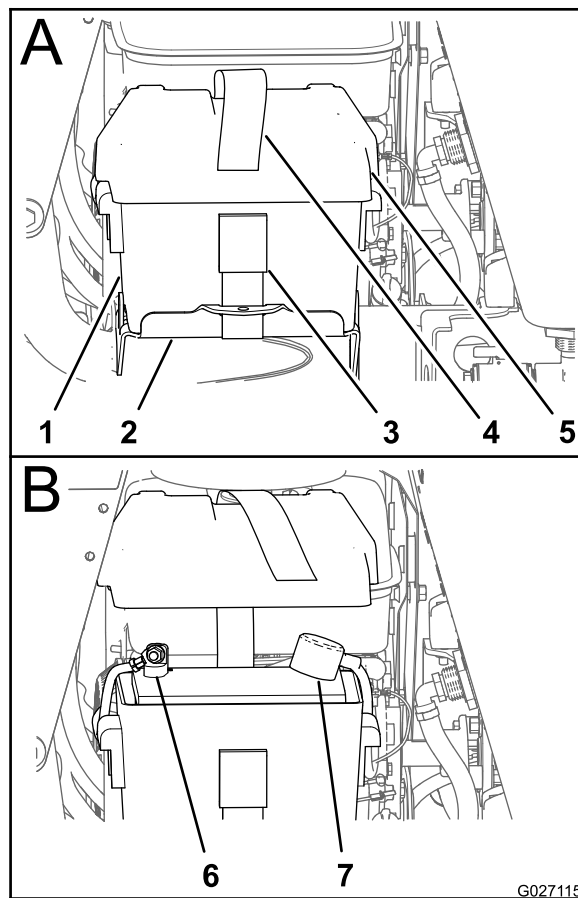

Figure 87
2. Sortez l'extrémité libre de la sangle de la batterie de la boucle et enlevez le couvercle du bac de la batterie (Figure 87).
- Si le câble positif est également débranché, reliez le **câble positif (rouge)** à la borne positive de la batterie et placez le capuchon sur la borne positive (Figure 87).
- Placez le couvercle sur le bac de la batterie et fixez le couvercle et le bac sur le support de la batterie à l'aide de la sangle (Figure 87).
2. Déposez le couvercle de la batterie (Figure 87); voir l'opération 2 de Contrôle de la charge de la batterie \(page 68\).
6. Placez le couvercle sur le bac de la batterie et fixez le couvercle et le bac sur le support de la batterie à l'aide de la sangle (Figure 87).